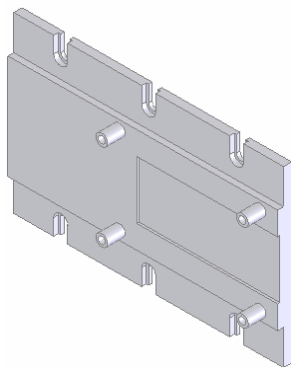

图 12-48 插入底座后的图形
③ 设置视图方向。单击“标准视图”工具栏中的“等轴测”图标, 将视图以等轴测方向显示, 结果如图 12-48 所示。